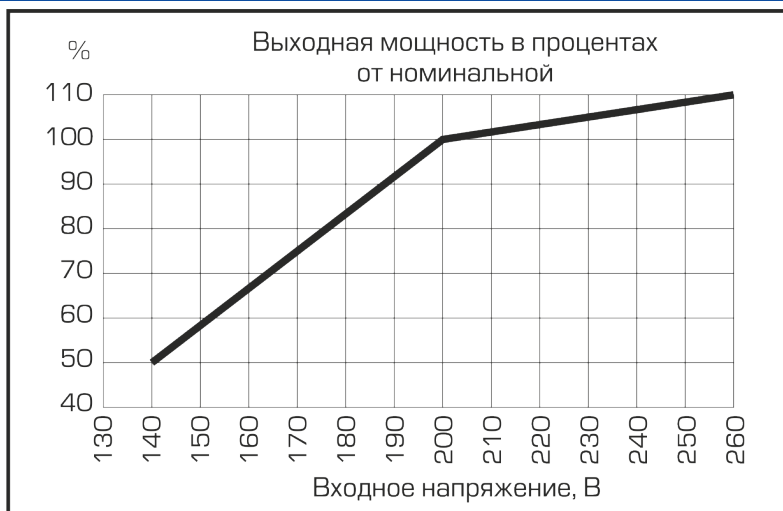

Рис.1
*Расчет мощности произведен для работы стабилизатора при входном напряжении от 200 В. Если напряжение ниже 200 В, необходимо учитывать поправку согласно рис.1.